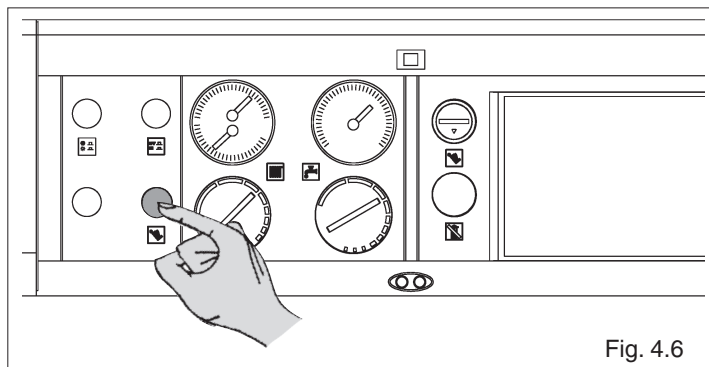

Fig. 4.6
- attendere circa 1 minuto e premere il pulsante "sblocco bruciatore" (fig. 4.6)